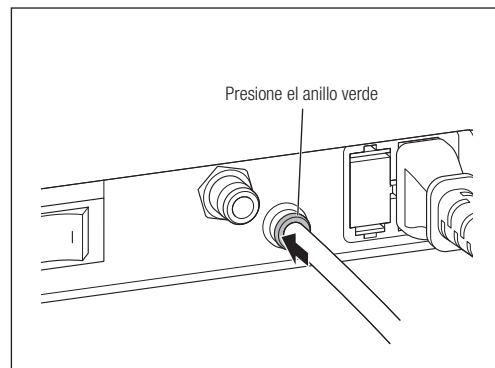

Fig. 11
- 4) Para quitar el tubo de agua del conector del tubo de agua, tire del tubo de agua mientras presiona el anillo verde hacia la unidad de control (Fig. 11).